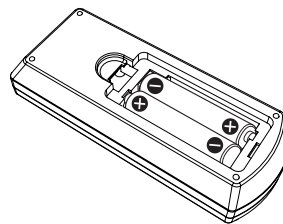

Fig. 2
- 2) **Inserire le batterie e chiudere il coperchio (Inserire prima il lato "⊖") (Fig. 2).**